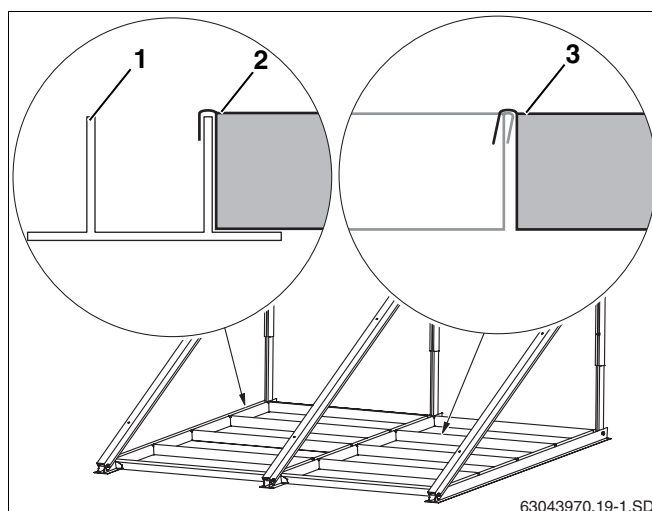

Fig. 27 Por colector 4 tinas de carga
- Colocar as tinas de carga (fig. 27, **item 2**) nos perfis inferiores (fig. 27, **item 1**) e encaixá-las entre si (fig. 27, **item 3**).